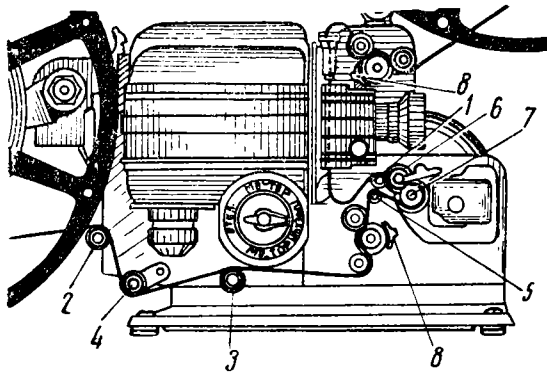

Рис. 15. Направляющие и демпфирующие ролики кинопроектора ПП-16-1
Иногда подобные щитки устанавливаются также с целью предупреждения неправильной зарядки фильма на барабане — например, у зубчатых барабанов кинопроекторов типа 16-ЗП и ПП-16-1 (рис. 15).
Ролик 1 (см. рис. 15) в кинопроекторе ПП-16-1 поддерживает петлю фильма на участке между фильмовым каналом и гладким звуковым барабаном 7 и придает этой петле такую форму, при которой между проицируемым кадром и местом просвечивания фонограммы укладывается необходимое число кадров (26). Аналогичный ролик имеется и в кинопроекторах К-303 и КПС. Одновременно этот же
Демпфирующий ролик 4 (см. рис. 15) в кинопроекторе ПП-16-1 предохраняет фильм от разрывов, расклейки, повреждения перфорации или сбрасывания с зубьев задерживающего барабана в случаях резких рывков наматывателя, например, при пуске кинопроектора. Демпфирующий ролик уменьшает возможность проникновения в звуковую часть кинопроектора колебаний скорости движения фильма, возникающих при работе наматывателя. Одновременно этот ролик является и направляющим, предохраняя фильм от соприкосновения с патроном лампы.